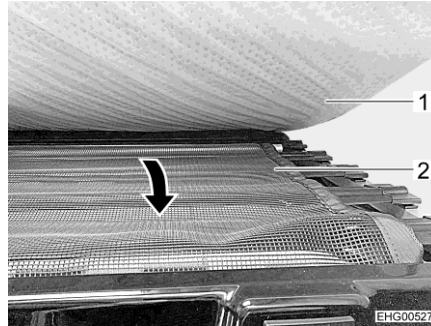

Fig. 57 Filet de sécurité
- Extraire le filet de sécurité (Fig. 57,2) disposé sous le matelas (Fig. 57,1) et le tendre sur l'ouverture de montée.